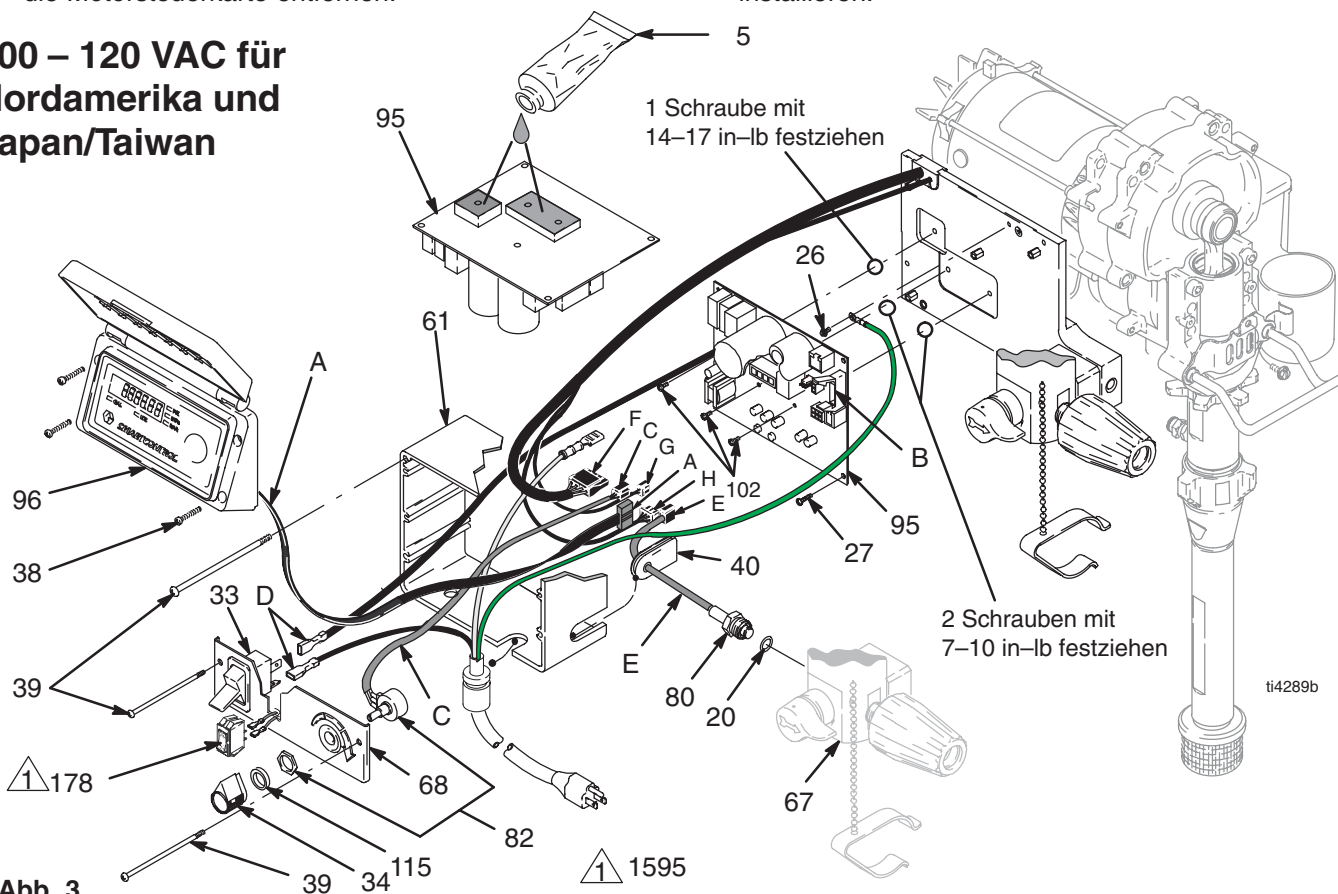

Abb. 3
2. Abb. 3. Vier Schrauben (38) und die Abdeckung (96) entfernen.
3. Den Anzeigegerätestecker (A) von der Motorsteuerkarte (95) lösen.
4. Die beiden unteren Schrauben (39) entfernen und die Bedienungsstafel (68) frei herunterhängen lassen.
5. Die Stromleitung(en) (D) der Motorsteuerkarte vom ON-/OFF-Schalter (33) und der Motorsteuerkarte (95) lösen.
6. Den Potentiometerstecker (C) von der Motorsteuerkarte lösen.
7. Den 15/20A-Schalter (178) lösen (1595).
8. Den Sensorstecker (E) von der Motorsteuerkarte lösen.
10. Die beiden oberen Schrauben (39) und die Steuereinheit (61) entfernen.
11. Fünf Schrauben (27), drei Schrauben (102) und die Motorsteuerkarte entfernen.
1. Abb. 3. Eine kleine Menge Wärmeleitpaste 110009 (5) auf die schattierten Bereiche hinten an der Motorsteuerkarte (95) auftragen.
2. Die Motorsteuerkarte (95) mit fünf Schrauben (27) anbringen. Mit 1,02 - 1,24 Nm festziehen. Drei Schrauben (102) anbringen und mit den in Abb. 3 gezeigten Werten festziehen.
4. Die Steuereinheit (61) mit den beiden oberen Schrauben (39) anbringen.
5. Den Sensorstecker (E) an der Motorsteuerkarte anschließen.
6. Den 15/20A-Schalter (178) anschließen (1595).
7. Die Stromleitungen (D) der Motorsteuerkarte am ON-/OFF-Schalter (33) anschließen.
8. Den Potentiometerstecker (C) an der Motorsteuerkarte anschließen.
9. Das Bedienfeld (68) mit den zwei Schrauben (39) installieren.
10. Den Anzeigegerätestecker (A) an der Motorsteuerkarte anschließen.
11. Die Abdeckung (96) mit vier Schrauben (38) installieren.
- Abb. 3, 4 und 5. Vier Schrauben (38) und die Abdeckung (96) entfernen.
- Den Potentiometerstecker (C) von der Motorsteuerkarte (95) lösen.
- Den Druckreglerknopf (34) mit einem Sechskantschlüssel entfernen.
- Dichtung (115), Mutter und Potentiometer (82) von der Bedienungstafel (68) entfernen.
- Abb. 3 oder 5. Vier Schrauben (38) und die Abdeckung (96) entfernen.
- Den Sensorstecker (E) von der Motorsteuerkarte (95) lösen.
- Den Potentiometerstecker (C) von der Motorsteuerkarte lösen.
- Vier Schrauben (39) und die Steuereinheit (61) entfernen. Die Bedienungstafel frei herunterhängen lassen.
- Sensor (86) und O-Ring (20) von der Filterbasis (67) abnehmen.
- Dichtung (115), Mutter und Potentiometer (82) an der Bedienungstafel (68) anbringen. Die Mutter mit 3,38 – 3,95 Nm festziehen.
- Den Druckreglerknopf (34) anbringen. Die Ausrichtung des Druckreglerknopfs mit der Potentiometerwelle überprüfen. Die Welle bis zum Anschlag im Uhrzeigersinn drehen und den Knopf mit einem Sechskantschlüssel in ON-Position befestigen.